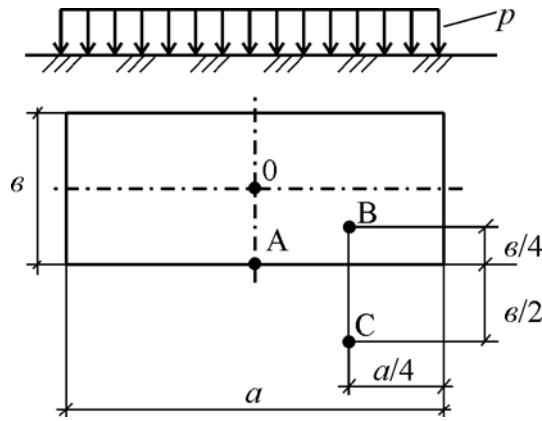

Рис.3
3. Определить величину равномерно распределенного по прямоугольной площадке давления p , если в одной из точек (O, A, B или C), лежащих на глубине z от поверхности грунта, величина сжимающего напряжения равна σ_z (рис. 3).